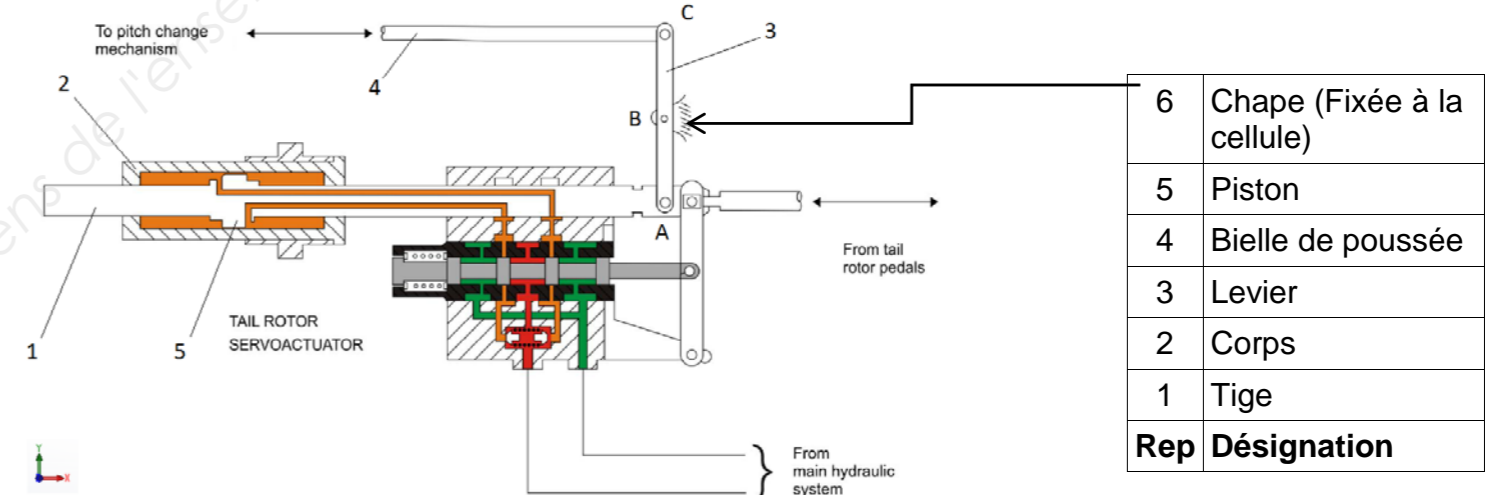

Figure 8
1. Le système est étudié dans la position de la figure 8.